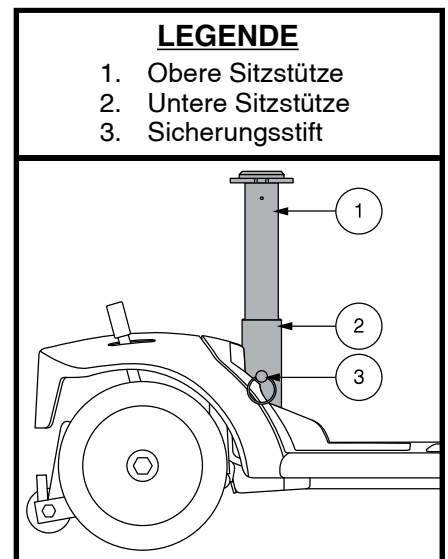

Abb. 26. Einstellung der Sitzhöhe
Der Sitz kann in verschiedenen Höhenstellungen eingestellt werden. Siehe Abb. 26.
2. Entfernen Sie die obere Sitzstütze vom Elektromobil, indem Sie den Sicherungsstift aus dem unteren Teil der Sitzstütze nehmen. Ziehen Sie die Stütze dann senkrecht nach oben aus dem Elektromobil. **Siehe Abb. 26.**